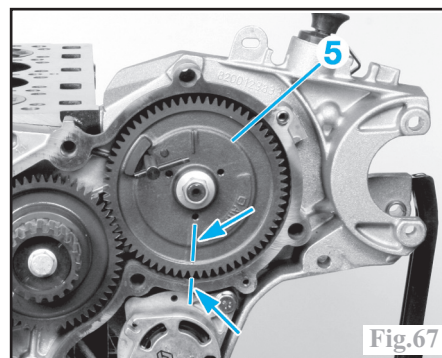

Fig.67
-reposer le pignon de la pompe haute pression (5) en alignant les repères (flèches) (Fig.67), le serrer au couple prescrit, puis retirer l'outil de blocage du pignon de la pompe haute pression (Mot. 1538).